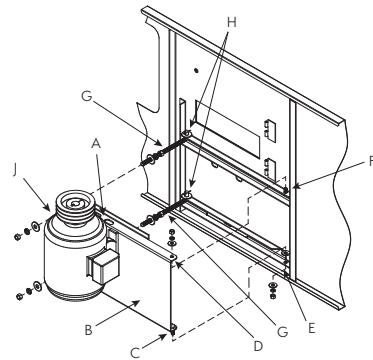

图 20a – 外置式电动机的安装
所有宽度小于10' (3m)的机组，其电动机均位于机组外部，轴向安装，如下图20a和20b所示。由于运输宽度限制，电动机不能安装在机组上，因为它们会延伸到卡车宽度之外。因此，电动机、电动机机座、电动机保护罩、“J”型螺栓、销轴和皮带均放置在冷却塔的冷水盘中运输。请按照下面的分步说明正确安装这些组件。
1. 电动机机座安装之前，应先看清图20a。
2. 将吊具插入电动机机座 (B) 顶部的狭槽 (A) 中。
3. 吊起电动机机座 (B)，并将销轴 (C) 插入孔 (E)，销轴 (F) 插入孔 (D)。
4. 将垫圈和螺母拧在销轴上 (切勿过紧)。将锁紧螺母安装在销轴 (C) 上。
5. 将“J”型螺栓 (G) 插入孔 (H)，装上平垫片和开口销。在电动机座装上后，将螺母和垫片装在“J”型螺栓的螺纹段。
6. 将“J”型螺栓 (G) 插入电动机座上的 (J) 孔内，装上平垫片、弹簧垫片和螺母，从电动机机座上拆去吊具。电动机机座应朝向机组顶部 (皮带轮朝上)，供安装皮带之用。
7. 将Power-Band皮带 (K) 绕在风机和电动机的皮带轮上